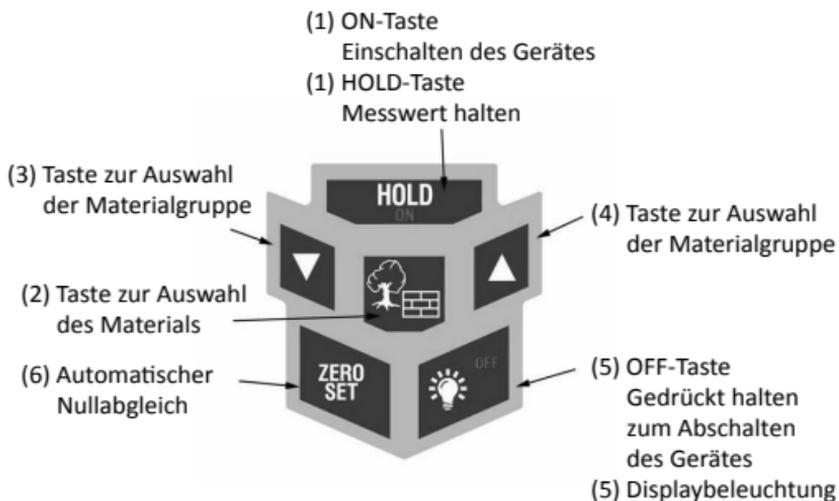

Abbildung 2 - Bedientasten
Schalten Sie das Gerät durch kurzes Drücken der ON-Taste (1) ein (siehe Abbildung 2). Sofort leuchtet die Anzeige auf. Wenn keine Daten auf dem Display angezeigt werden oder die Batteriestatusanzeige eine niedrige Batteriespannung anzeigt, sollten Sie die Batterien auswechseln.
Zum Ausschalten des Gerätes halten Sie die OFF-Taste (5) so lange gedrückt, bis sich das Gerät abschaltet (sh. Abbildung 2).
Durch kurzes Drücken der Taste (5) Displaybeleuchtung wird die Displaybeleuchtung aktiviert (siehe Abbildung 2).
Wenn Sie die Taste (3) gedrückt halten (siehe Abbildung 2), wechselt die Temperaturanzeige von Celsius zu Fahrenheit und wieder zurück.